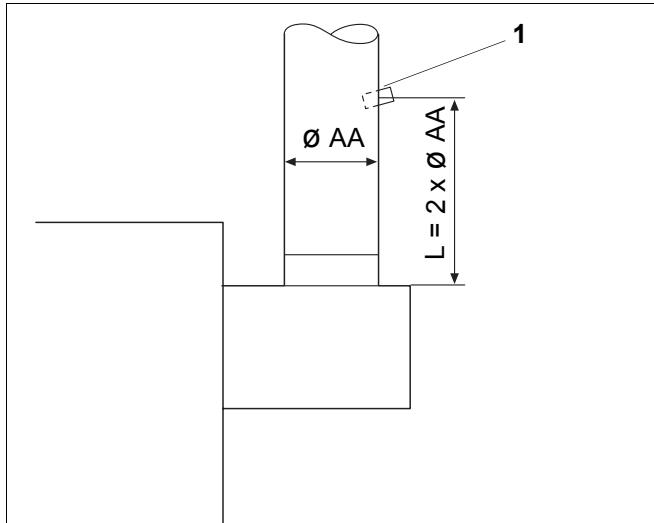

Рис. 32 Место замера на дымовой трубе
- Сделайте отверстие в дымовой трубе на расстоянии  $L = 2 \times \varnothing \text{ AA}$  после прерывателя тяги на противоположной от котла стороне (рис. 32, поз. 1).
- Проведите все измерения в этой точке в дымовой трубе (рис. 32, поз. 1).